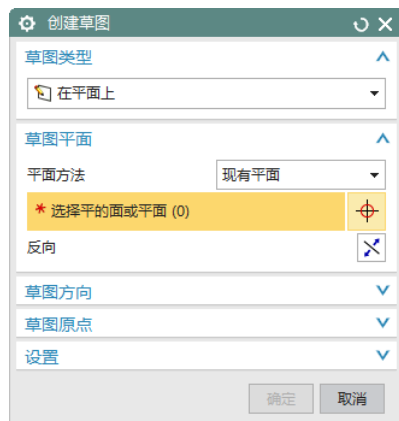

图 6-22 “创建草图”对话框
(2) 在“突出块”对话框中的“类型”下拉列表框中选择“基座”，单击“截面”列表框中的  图标，打开如图 6-22 所示的“创建草图”对话框。